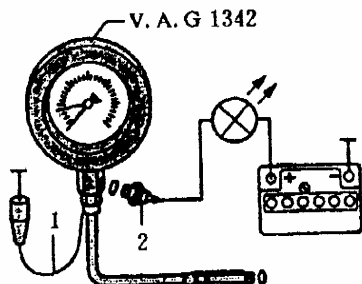

图 4-97 检测机油压力开关和机油压力
(1) 检查机油压力开关机油压力时应满足以下条件:
- ①机油油位正常;
- ②点火开关打开后, 机油压力报警灯必须亮;
- ③自动检查系统的显示屏必须显示“OK”;
- ④机油温度约 80℃。
(2) 机油压力开关的检查。断开机油压力连接导线, 拧下机油压力开关, 并装上机油压力检测仪 V. A. G1342 (如图 4-97 所示), 将机油压力开关 2 装到 V. A. G1342 上, 检测仪棕色导线 1 接地(一)。将二极管测试灯 V. A. G1527 连接到机油压力开关及蓄电池正极 (+)。测试灯应不亮。若测试灯亮, 则须更换机油压力开关。起动发动机, 压力达 120~160kPa 时测试灯应亮, 若测试灯不亮, 则须更换机油压力开关。
(3) 机油压力的检查。断开机油压力开关连接导线。拧下机油压力开关, 并装上机油压力测试仪 V. A. G1342 (见图 4-97)。将机油压力开关装到 V. A. G1342 上。